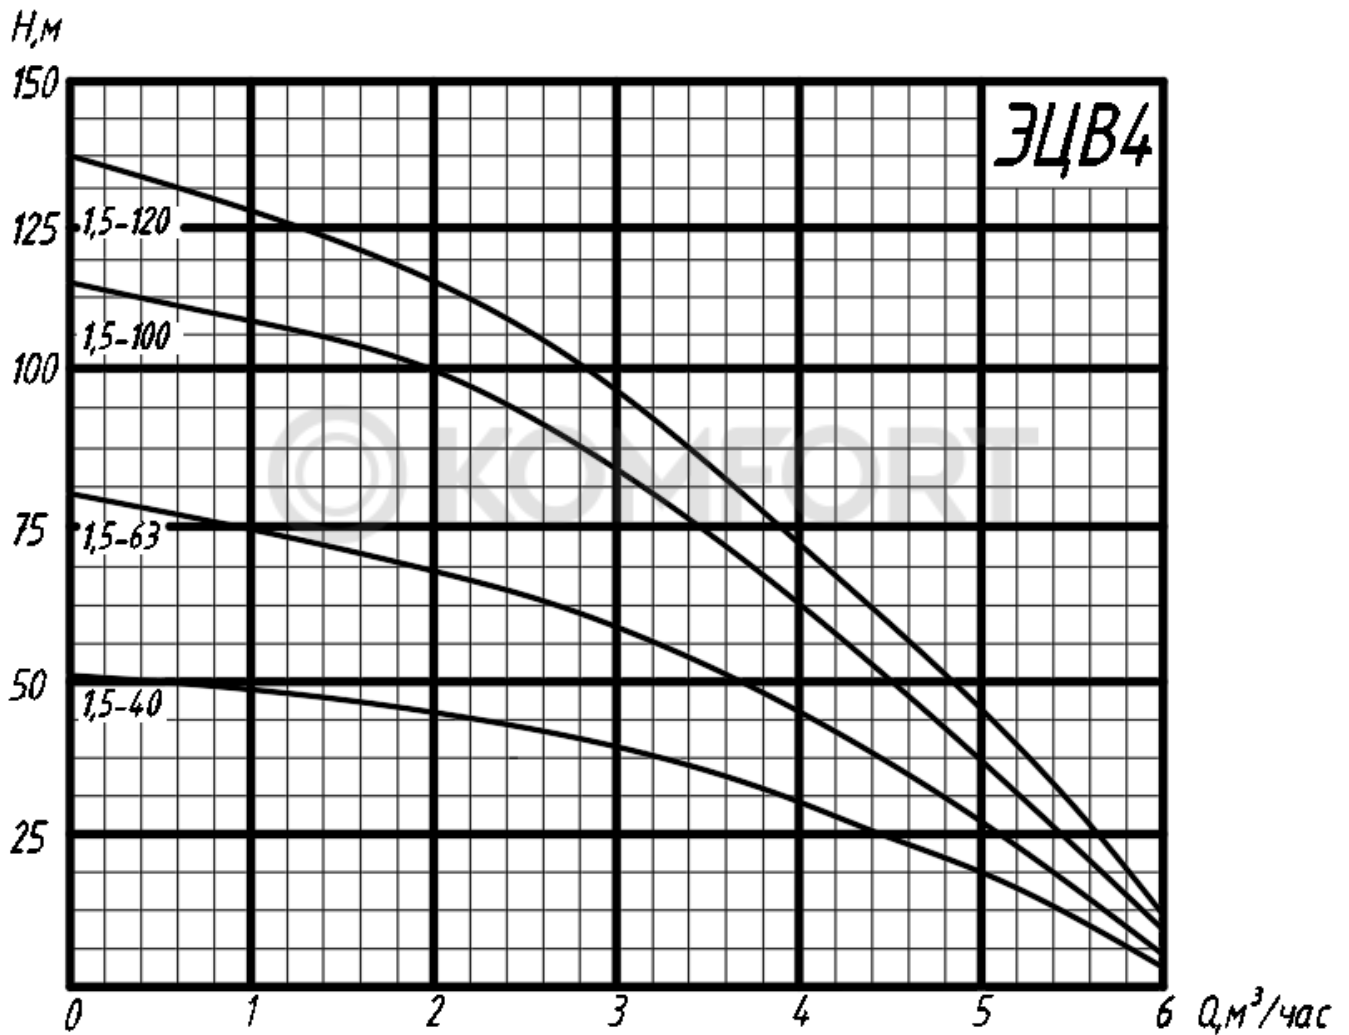

Рис.1
2.2 Напорные характеристики ЭЦВ4-(однофазный) приведены на рис. 1.
Объемная подача агрегата ( $Q$ ) зависит от глубины залегания воды, диаметра и длины водоподъемного трубопровода и высоты подъема воды над поверхностью земли. Приблизительно объемную подачу можно определить с помощью напорной характеристики (рис. 1) по фактическому напору ( $H$ ), создаваемому агрегатом для подъема воды из скважины.
При эксплуатации агрегата с максимальной объемной подачей и минимальным напором (см. рис. 1) возрастают потребляемая мощность, нагрузки на электродвигатель и рабочие органы насоса. КПД агрегата при этом минимальный. Оптимальным режимом эксплуатации агрегата является его работа при номинальном напоре и номинальной объемной подаче (см. табл. 1).